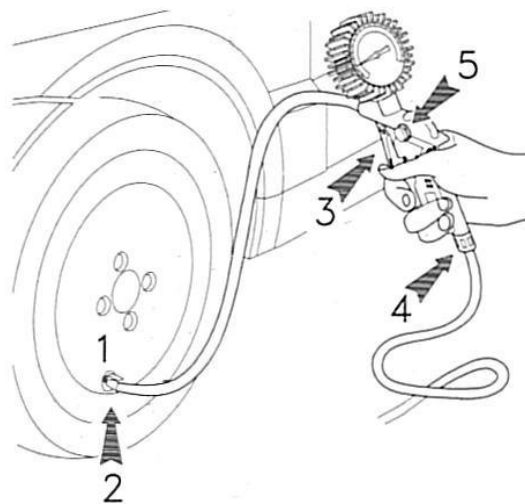

Рис. 7 Использование пистолета для подкачки шин
Подсоедините воздушный шланг к пистолету (4, см. рис.7). Для того, чтобы накачать шину или проверить давление установите наконечник шланга (1) в клапан колеса и нажмите рычаг (2), который расположен на конце шланга (1). Проверьте показания давления по манометру. Для того, чтобы накачать шину нажмите рычаг (3), и проконтролируйте давление сжатого воздуха. Повторите эту операцию несколько раз, чтобы достичь требуемого давления. Для того, чтобы спустить воздух и понизить давление, отпустите рычаг (3) и нажмите кнопку (5) большим пальцем.